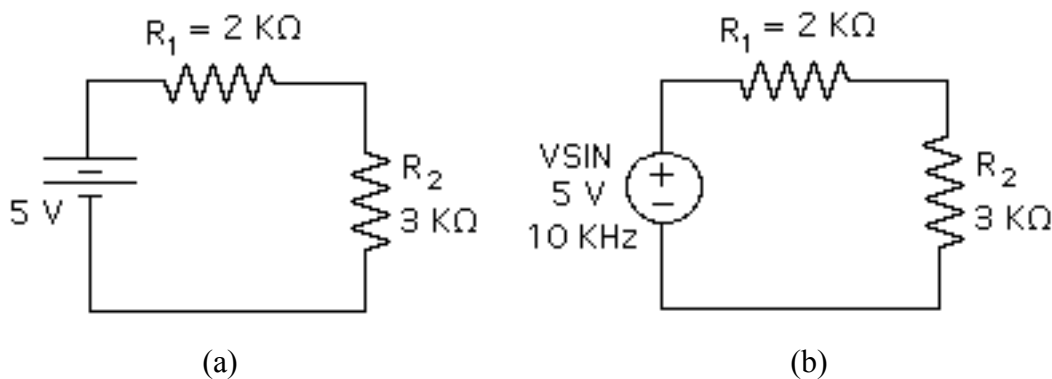

Figura 6.1.- Circuitos con dos resistencias
- 9.- Seleccione cada uno de los componentes para observar la ventana asociada, donde se pueden cambiar los parámetros del componente. Colóquelo a cada componente los valores correspondientes para obtener el circuito de la Figura 6.1.a.
- 17.- Una vez realizado todo el proceso para el análisis TRANSIENT con una fuente DC, repítalo con una fuente alterna, para lo cual tiene que modificar el circuito (identificándolo con otro nombre), colocando una fuente VSIN, a la que se le va a dar una amplitud de 5 V y una frecuencia de 10KHz, como se puede observar en la Figura 6.1.b. Los parámetros del análisis TRANSIENT deben modificarse para poder observar cuatro ciclos del voltaje sobre la fuente y sobre la resistencia de $3K\Omega$. Tanto el circuito SPICE como la gráfica resultante con las dos señales sinusoidales se deben guardar para poderlas utilizar posteriormente.
la simulación, y finalmente seleccionar las opciones de presentación de los voltajes (Enable Bias Voltage Display, **V**) o de las corrientes (Enable Bias Current Display, **I**). Esto es particularmente útil en circuitos DC como el de la Figura 6.1.a. Aplique el procedimiento a dicho circuito y guarde los resultados.